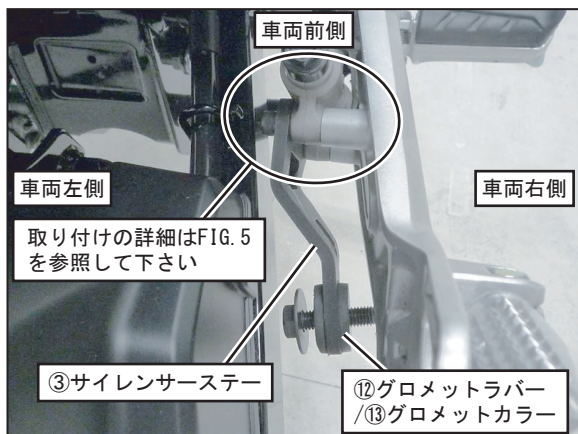

FIG. 4
5. リアブレーキのマスターシリンダーを留めるボルトを外し、③サイレンサーステーのグロメットカラー組付け部に⑥六角ボルトM8×30（黒）と⑨平ワッシャM8×26（黒）を通して下さい。次に、④フランジ六角ボルトM6×25を使用して③サイレンサーステーをマスターシリンダーと共に規定トルクで締め付けて下さい。（FIG. 4, 5 参照）